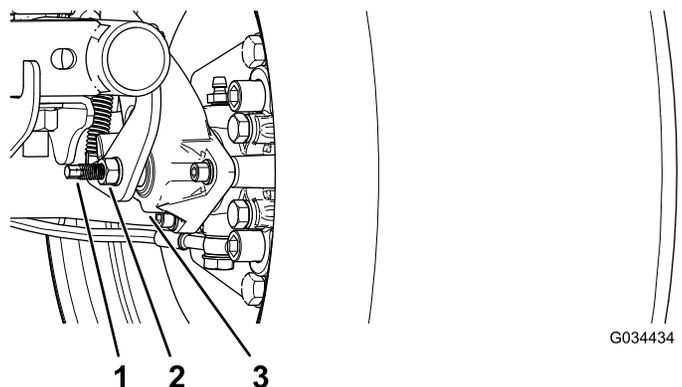

図 60
- レンチを2本使用し、1本のレンチでキャリパの調整ポストが回らないように保持しながら、もう1本でジャムナットを1/4回転ゆるめる **図 60**。
- 調整ポストとジャムナットを保持した状態で、調整ポストを回して締め付ける **図 60**。
- 調整ポストとジャムナットを保持した状態で、1/4回転だけでもどす **図 60**。
- 調整ポストとジャムナットを保持した状態で、ジャムナットを締め付ける **図 60**。